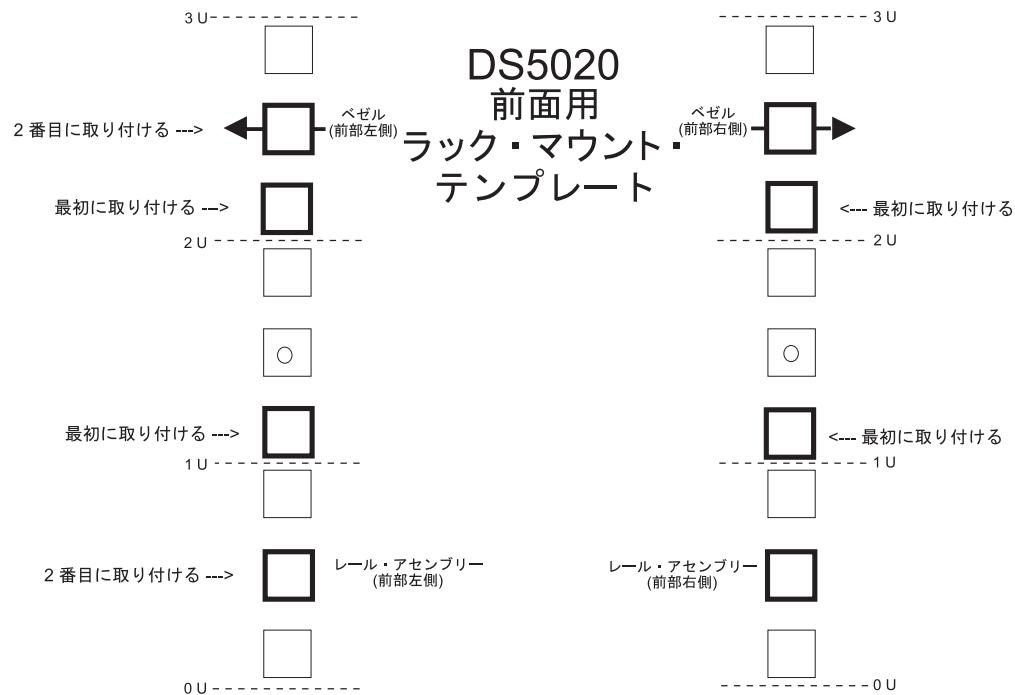
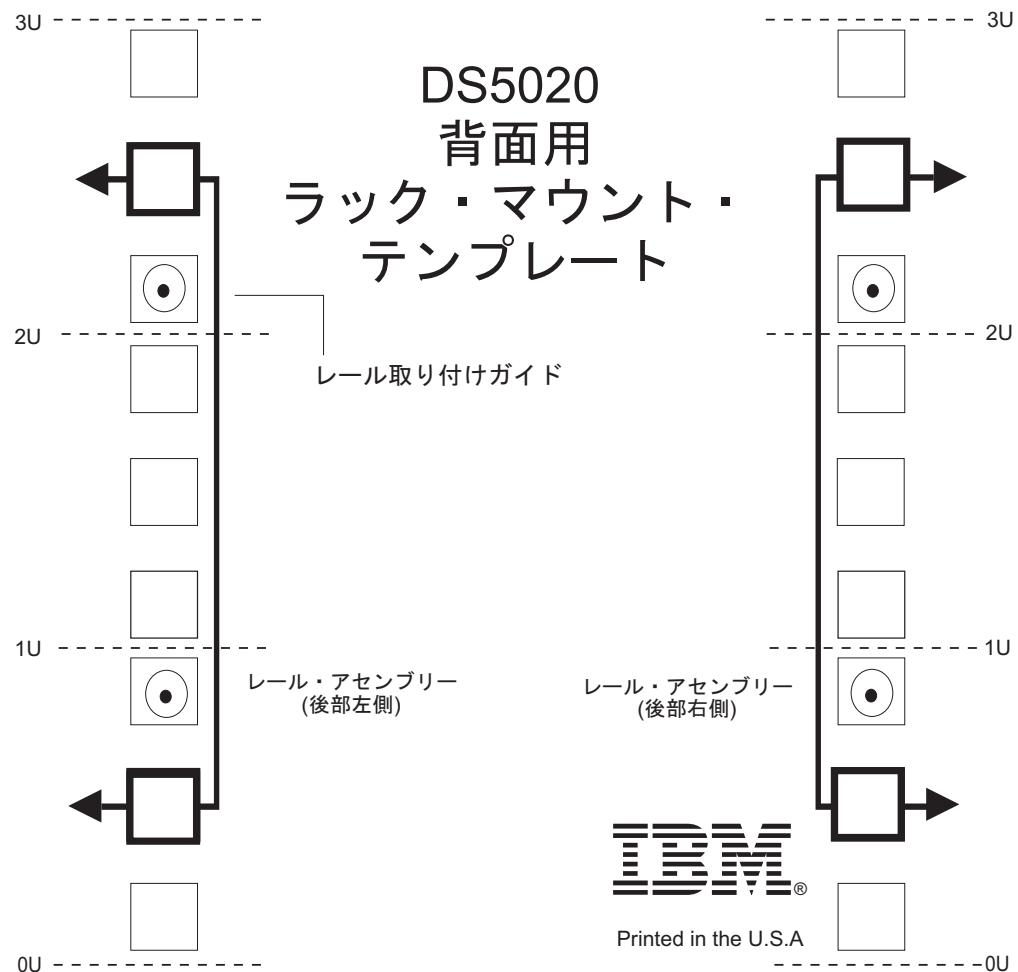

図 13. 前面用ラック・マウント・テンプレート
図 14. 背面用ラック・マウント・テンプレート
サポート・レールと DS5020 ストレージ・サブシステムをラック・キャビネットにマウントする際に M5 ねじを挿入する場合は、次のテンプレート（図 13 および 39 ページの図 14）を使用して、正しい位置を確認してください。テンプレートでは、M5 ねじの位置が強調表示されています。
重要: ラック・マウント・テンプレートの複製コピーは、191 ページの『付録 B. ラック・マウント・テンプレート』に記載されています。テンプレートを本書から切り取る場合は、191 ページの『付録 B. ラック・マウント・テンプレート』のコピーを使用してください。サポート・レールと DS5020 ストレージ・サブシステムをラック・キャビネットにマウントする際に M5 ねじを挿入する場合は、前出のテンプレート (38 ページの図 13 および 39 ページの図 14) を使用して、正しい位置を確認してください。テンプレートでは、M5 ねじの位置が強調表示されています。
- レールのへりの線がストレージ・サブシステムの下部と並んでいます（39 ページの図 14 の 0 U 境界）。
注: 必ず、38 ページの図 13 で最初に取り付ける というラベルが付いているねじを取り付けてください。